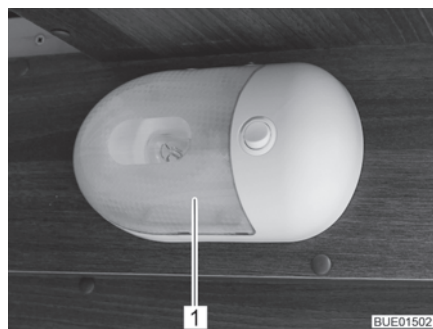

Fig. 193 Lampada a parete
- Comprimere leggermente sui due lati la copertura trasparente (Fig. 193,1), staccarla appena dall'interruttore e tirarla in avanti.